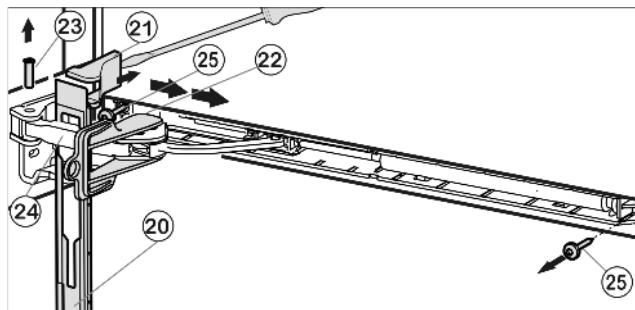

Fig. 10
- Blende über den Dämpferbügel Fig. 10 (24) in Richtung Gerät, nach vorne schieben.
- Sicherung Fig. 10 (22) in Langloch einrasten.
- Abdeckung Fig. 10 (21) mit Schraubendreher von der Außenseite her abheben und nach Außen abnehmen.
- Bolzen Fig. 10 (23) von unten rausdrücken.
- Dämpferbügel Fig. 10 (24) Richtung Tür drücken.
- Blende Fig. 10 (20) abnehmen.
- Gesamte Schließdämpfereinheit abschrauben (2 mal Torx® 15) Fig. 10 (25).